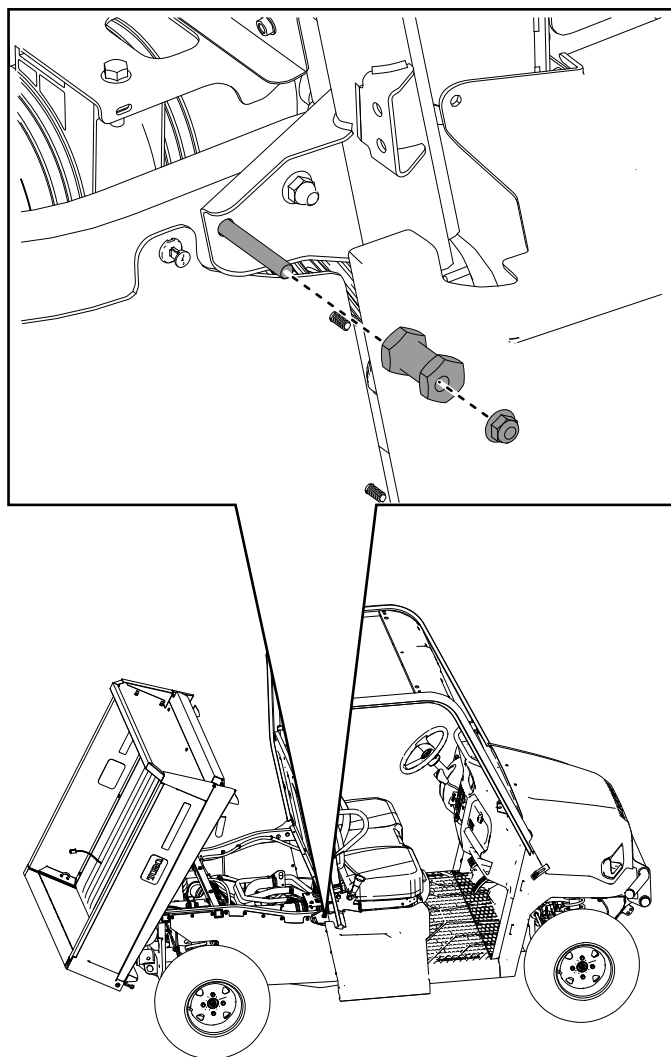

**Figure 31**
19. Installez les contre-écrous ( $\frac{3}{8}$ " ) et les goupilles de verrouillage retirés précédemment sur les tubes arrière droit et gauche du cadre (Figure 31).